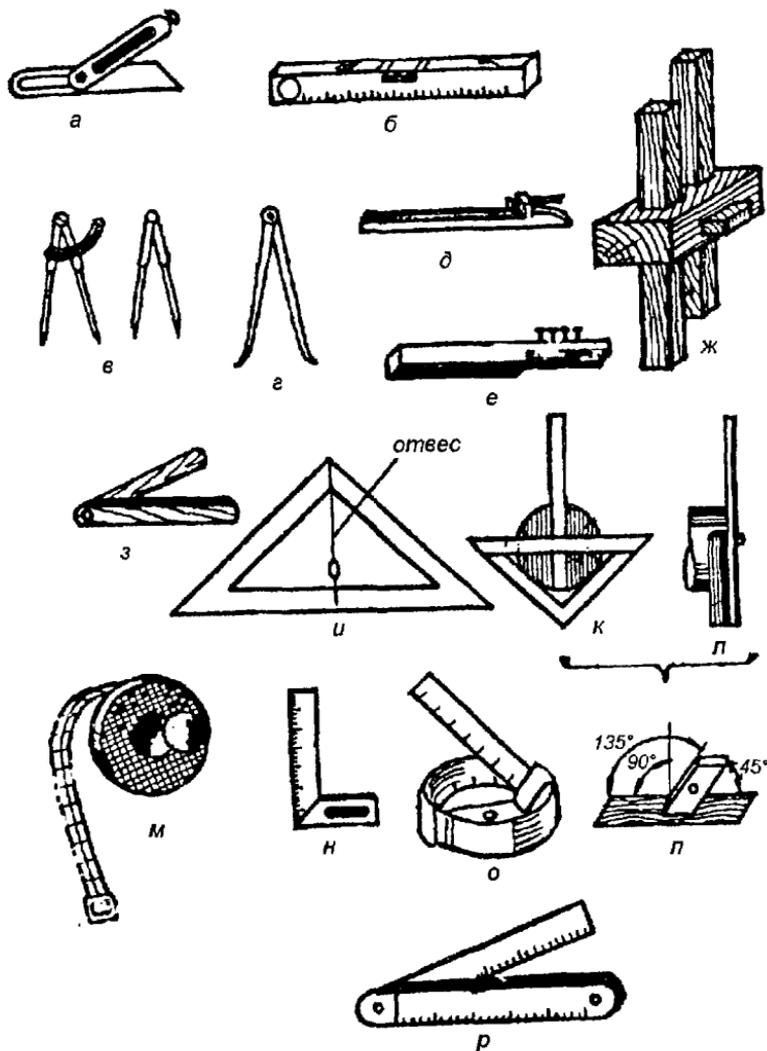

Рис. 145. Инструменты для разметки
Назначение разметки — дать расчетные контуры и получить из имеющейся заготовки деталь требуемых размеров и качества с минимальным количеством отходов. С помощью разметочных инструментов обозначают точки, линии, изгибы для вырезания, сверления, долбления, строгания с учетом породы дерева и требуемых припусков на дальнейшую обработку. Для разметки и проверки точности обработки заготовки используются инструменты, изображенные на рис. 145.
Малка (рис. 145 а,з) представляет собой колодку и линейку, которые соединены шарнирно между собой. Назначение малки — измерение угла по образцу и перенесение его на заготовку.
Уровень (рис. 145 б) представляет собой корпус, в который вставлена ампула (запаянная трубочка) с подкрашенным спиртом. В спирте имеется пузырек воздуха, который в силу физических законов всегда стремится занять верхнее положение. Предназначен для проверки как горизонтального, так и вертикального расположения строительных конструкций. Уровень должен быть обязательно отрегулирован таким
Циркуль (рис. 145 в) предназначен для переноса размеров с чертежа или шаблона на заготовки, а также для очерчивания круговых разметок требуемых величин.
Нутромер (рис. 145 г) в принципе предназначен для тех же целей, что и циркуль, но используется только для внутренних замеров.
Отволока (рис. 145 д) конструктивно представляет собой брусок (обычно деревянный) длиной 400 мм и шириной 50 мм. Один конец бруска имеет небольшой скос и на расстоянии одной трети от края — выступ, в котором имеется острый штырь (гвоздь). Отволока служит для нанесения обозначений на край доски. Обозначение (линии) наносится острием штыря или гвоздя.
Скоба (рис. 145 е) выполняется из деревянного бруска в котором имеется выборка, на расстоянии $1/3$ от края выбрана четверть. Предназначена скоба для разметки при ручной зарезке шипов и проушин. Линии наносятся острыми концами гвоздей, которые забиваются в выбранную четверть с определенным шагом.
Рейсмус (рис. 145 ж) конструктивно выполнен из деревянной колодки, в которую через два отверстия вставлены два бруска, на конце которых с одной стороны имеется острие шпильки для нанесения рисок. Предназначен рейсмус для нанесения рисок, которые идут параллельно одной из сторон заготовки. При этом конец бруска выпускается за колодку, устанавливается необходимое расстояние от кромки бруска до намечаемой линии разметки и шпилькой наносятся риски.
Уровень с отвесом (рис. 145 и) выполнен в виде равностороннего треугольника, к вершине которого прикреплен отвес. Назначение уровня с отвесом —
Угольник-центроискатель (рис. 145 к) представляет собой угольник (4), к которому прикреплена линейка (2). В своей верхней части угольник скреплен планкой (3). Установка линейки (2) происходит таким образом, чтобы она была в середине скрепляющей планки (3) и делила прямой угол угольника пополам. Заготовку цилиндрической формы, у которой надо найти центр, кладут на угольник и с помощью линейки (2) проводят две пересекающиеся линии, которые одновременно будут являться диаметрами цилиндрической заготовки. Точка пересечения этих линий и будет центром цилиндрической заготовки.
Рулетка (рис. 145 м) предназначена для линейных измерений и для грубой разметки длинных заготовок. Представляет собой круглый пластмассовый или металлический футляр, в котором свернута измерительная лента длиной от 1 до 10 м.
Угольник (рис. 145 н) представляет собой основание, в которое под прямым углом вмонтирована линейка с делениями. Назначение угольника — проверка и установка прямоугольности строительных заготовок.
Метр-рулетка (рис. 145 о) — назначение то же, что и у рулетки, но позволяет проводить более точные измерения заготовок небольшой длины — до 2 м.
Ерунок (рис. 145 п) дает возможность быстрого измерения и разметки углов величиной 135° и 45° . Конструктивно выполнен из колодки, в которую вставляется металлическая или деревянная линейка под углом 45° .
Складной метр (рис. 145 р) служит для измерения заготовок и готовых изделий небольшой длины. Представляет собой линейки, соединенные на шарнирах.